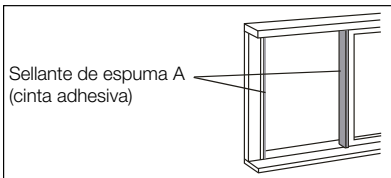

Fig. 18
- Corte los sellantes de espuma (cinta adhesiva) a la longitud correcta y acóplelos al marco de la ventana. Consulte la Fig. 18.